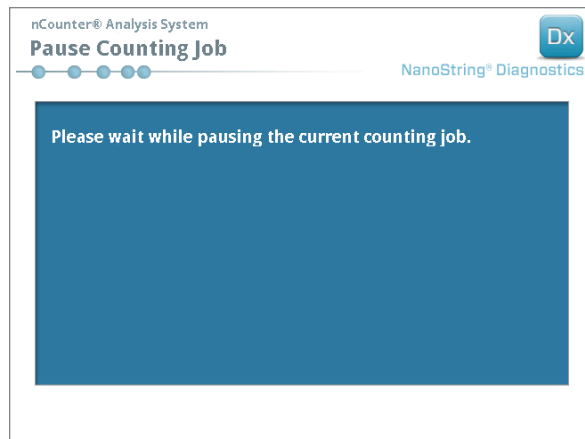

FIGURA 6.7: schermata di messa in pausa conteggio
- Per aggiungere una cartuccia all'analizzatore digitale quando è già in corso il conteggio, toccare il pulsante **Pause** (Pausa) nella schermata "Counting Cartridges" (Conteggio cartucce). Potrebbero occorrere alcuni minuti affinché il Digital Analyzer raggiunga un punto in cui può fermarsi (**FIGURA 6.7**). Quando raggiunge questo punto, lo sportello si sblocca. Inserire la nuova cartuccia in un alloggiamento vuoto oppure rimettere una cartuccia che è già stata sottoposta a scansione. Toccare il pulsante **Resume** (Riprendi). Lo sportello dovrebbe richiudersi e riprendere il conteggio.